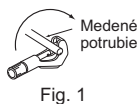

Fig. 1
- Odtoková hadica by mala smerovať nadol pre ľahší odtok. (Fig. 1)
- Spojte chladivové potrubie a odtokovú hadicu dokopy a potom od konca pevne aplikujte plstenú pásku (4).
- Vytiahnite odtokovú zátku na pravej zadnej strane interiérovej jednotky. (Fig. 1)
- 1) Medené potrubie správne odrežte rezačkou potrubí. (Fig. 1, 2)